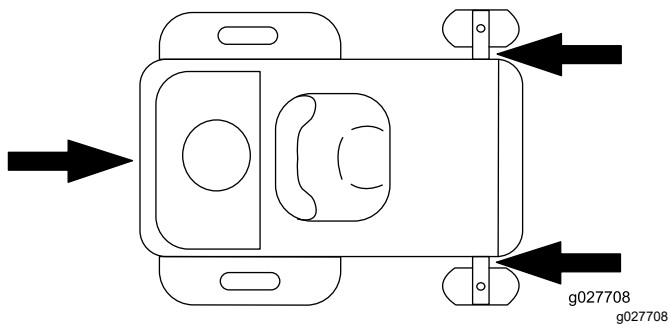

Bild 30
- Befestigen Sie die Maschine sicher mit Riemen, Ketten, Kabeln oder Seilen auf dem Anhänger oder Lkw. Verwenden Sie nur die vorgesehenen Befestigungspunkte am Mäher, wie in Bild 30 dargestellt. Verwenden Sie diese Stellen auch beim Transport des Mähers mit angebautem Zubehör. Die Verwendung nicht gekennzeichnete Stellen kann zu Schäden am Mäher und/oder am Anbaugerät führen.